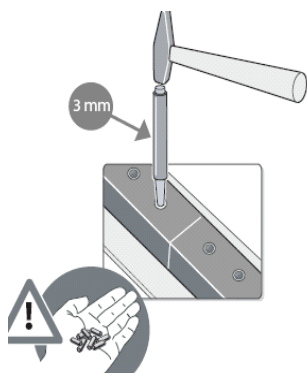

Figure 57 Sortez les goupilles
- Sortez les goupilles élastiques avec un chasse-goupille de 3 mm et un marteau, conformément à la Fig. 57.